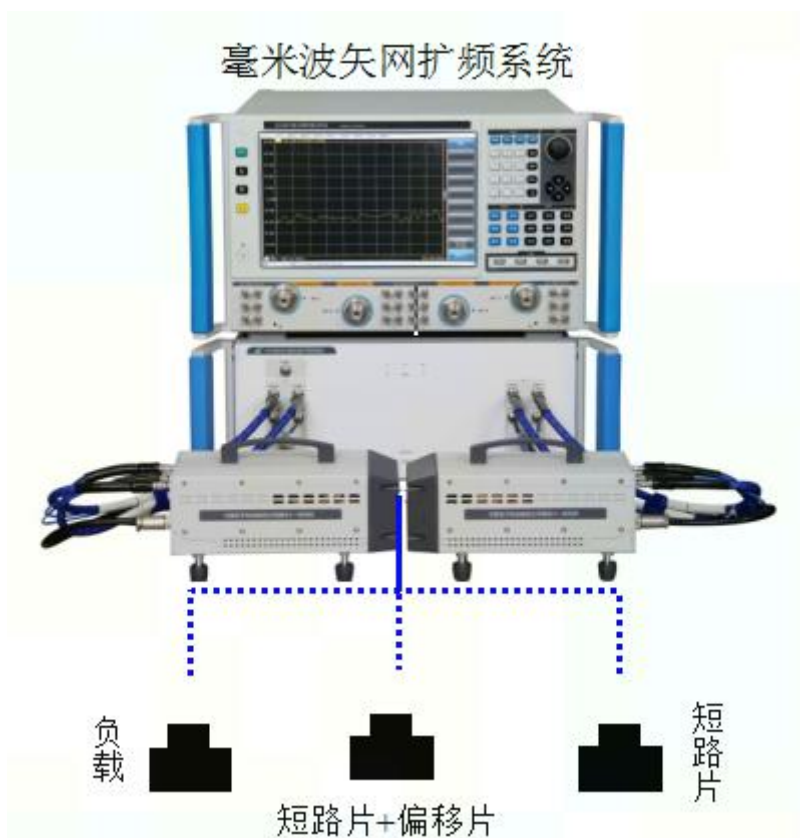

图 7.3 单端口校准连接框图
- 1) 如图 7.3 所示连接系统，预热 30 分钟以上。